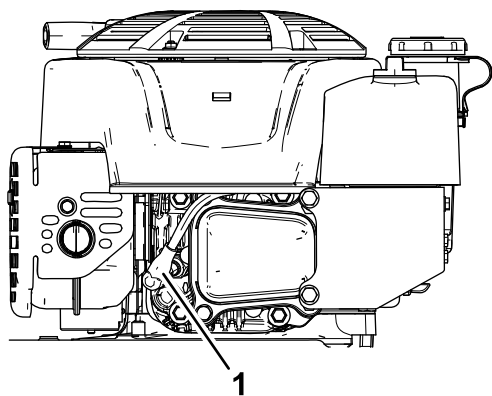

Рисунок 27
2. Отсоедините провод от свечи зажигания (Рисунок 27).